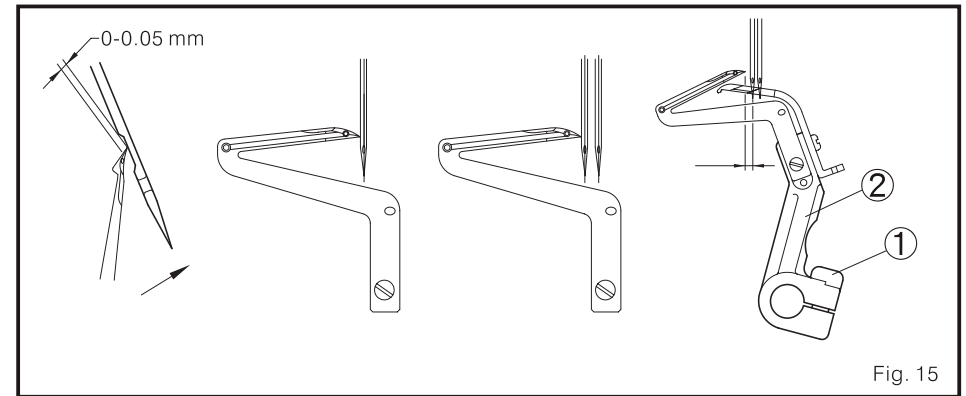

Fig. 15
(1) Quando a gorjeta do looper inferior se mexa ao centro da agulha (para modelos de agulha dobro, leve a agulha esquerda como referência standard). A distância do looper inferior à agulha deve ser de 0-0.5 mm. Para ajustar, solte o parafuso 1, e mexa o apoio do looper de atrás para diante e avance até a posição correta. (Fig. 15)